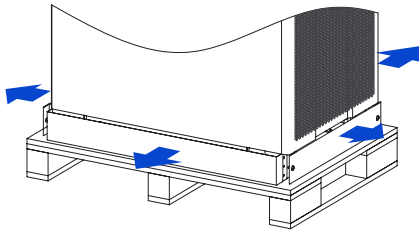
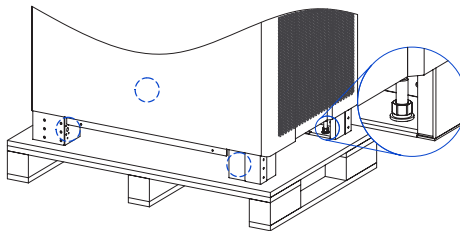

Figura 3-8 Retire las cubiertas inferiores
Figura 3-9 Posición de los pernos
5. Desmonte las placas de la cubierta inferior (como se muestra en la figura 3-8), desenrosque los pernos que sujetan el UPS y el soporte de madera, y luego retire los pernos (como se muestra en la figura 3-9).